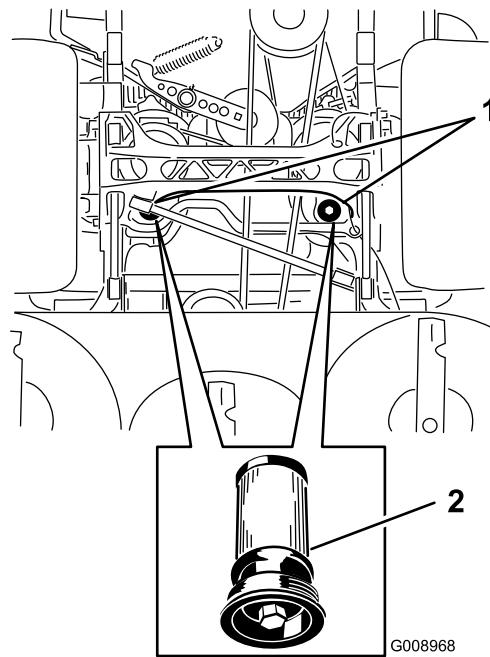

Figura 85
5. Coloque un recipiente debajo del filtro, retire el filtro usado y límpie la superficie (Figura 85).
6. Aplique una capa fina de aceite hidráulico a la junta de goma del filtro nuevo (Figura 85).